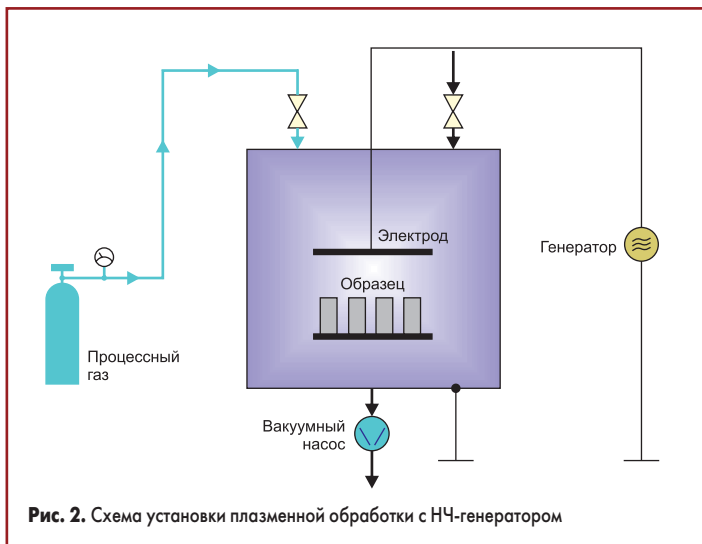

Рис. 2. Схема установки плазменной обработки с НЧ-генератором
Все установки плазменной обработки поверхности в микроэлектронике также используют тлеющий разряд (рис. 2).
1. Низкочастотный генератор (НЧ). Самый простой и надежный по конструкции и универсальный по применению. Используется в основном для «жесткой» быстрой очистки образцов (пластины, подложки, детали и т. д.) от загрязнений перед последующими операциями. Низкочастотными принято считать генераторы килогерцевого диапазона (обычно 40, 80 или 100 кГц). Схема установки с таким генератором аналогична представленной на рис. 2.
2. Высокочастотный генератор (ВЧ). Традиционно частота ВЧ-генераторов составляет 13,56 МГц. ВЧ-генераторы имеют особенность, заключающуюся в необходимости их согласования для максимального увеличения падающей мощности и минимизации отраженной. Из-за наличия устройства согласования (ручного или автоматического) данный тип генератора более дорогой, чем НЧ, и менее надежный. Однако у него есть важное преимущество — способность создавать «мягкую» плазму, не повреждающую даже чувствительные элементы на обрабатываемых образцах (например, открытые кристаллы на микросборках или легированные области в полупроводниковых пластинах). Принципиально устройство установки с таким генератором мало отличается от представленной на рис. 2, разница заключается только в наличии согласующих конденсаторов.